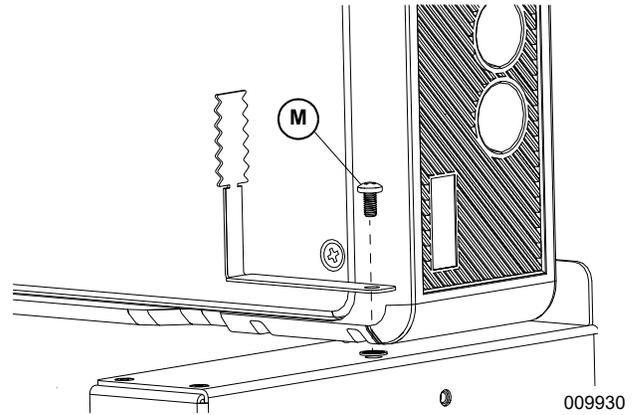

Figura 4-19. Instalación de las lengüetas de conexión a tierra inferiores
1. Consulte la **Figura 4-19**. Instale dos lengüetas de conexión a tierra con forma de L (L) en ambos lados de la parte inferior del módulo.
2. Fije cada lengüeta de conexión a tierra con un tornillo SEMS M4 x 8 mm (M) y apriete a 13 lb-pulg. (1,47 Nm).